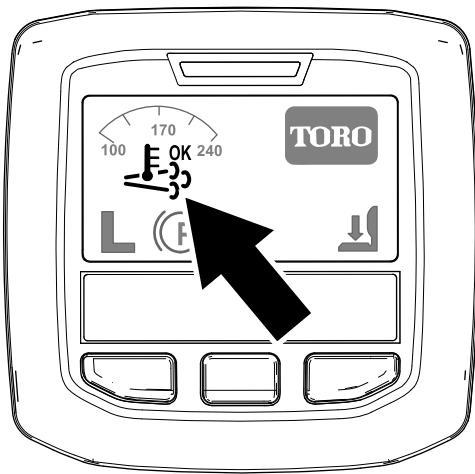

Figura 24
- Aparece el icono de regeneración de asistencia/restablecimiento en el InfoCenter (Figura 24).